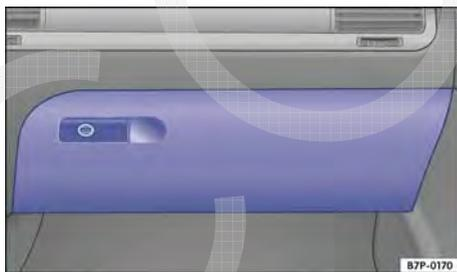

Fig. 191 No painel de instrumentos do lado do passageiro dianteiro: porta-objetos fechável.
- Para *abrir*, puxar a maçaneta → Fig. 191.